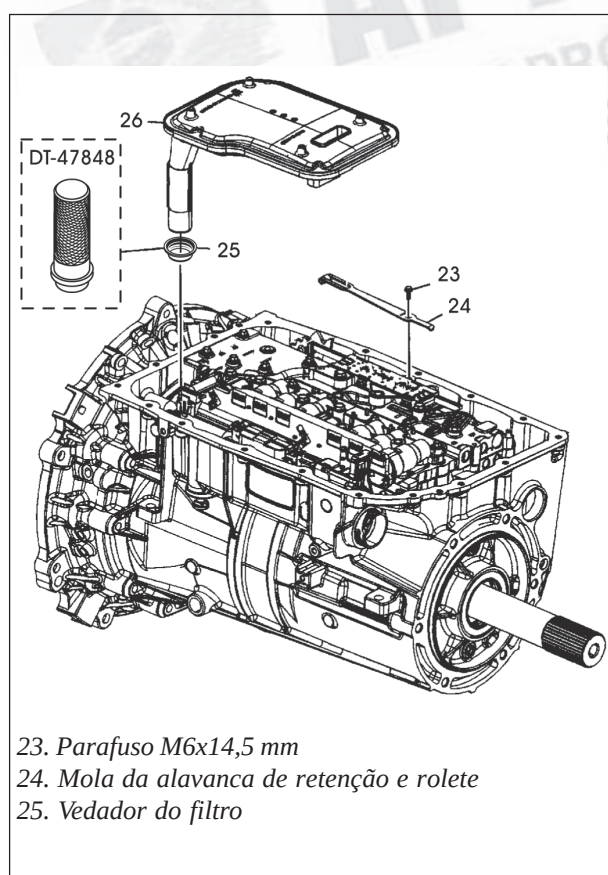

Figura 172
39. Instale um novo vedador do filtro no alojamento da bomba de óleo, conforme mostra a figura 172, utilizando uma ferramenta instaladora apropriada.
40. Instale um novo conjunto de filtro, conforme mostra a figura 172.
41. Instale a mola retentora e seu rolete, conforme mostra a figura 172, apertando seu parafuso de fixação com um torque de 12 Nm.